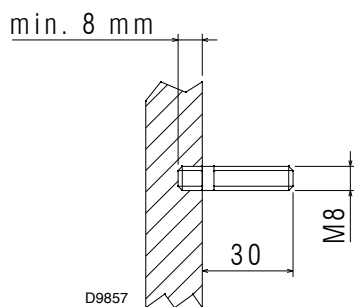

Fig. 7
- Coloque las clavijas de fijación como se indica en la Fig. 7.